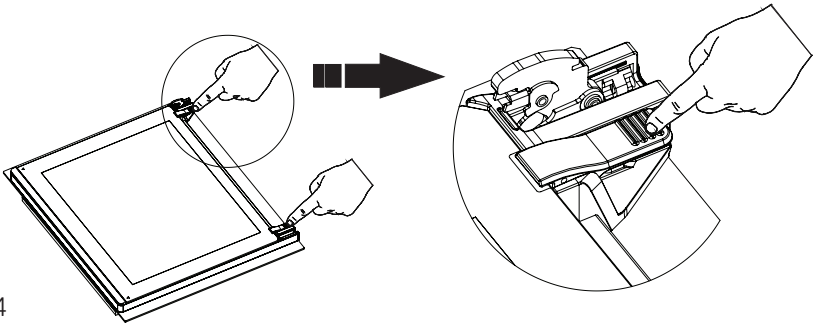
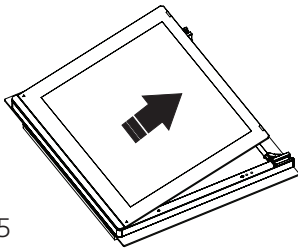
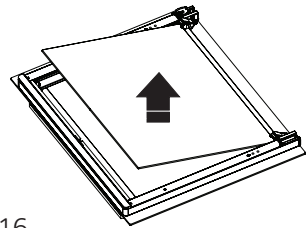

Figura 14
Figura 15
Figura 16
**2.** Presione los clips de plástico del lado izquierdo y derecho como se muestra en la figura 14. Después de presionar los clips como se muestra en la figura 15, el cristal se soltará. Tire con cuidado del cristal liberado hacia usted. Retire cuidadosamente el cristal central levantándolo hacia arriba, tal como se muestra en la figura 16. El cristal exterior está fijado al perfil de la puerta del horno. Podrá limpiar fácilmente el cristal una vez separado. Una vez que se haya completado la limpieza y el mantenimiento, puede reemplazar los cristales siguiendo el procedimiento anterior en la forma inversa. Asegúrese de que el vidrio esté colocado en la dirección correcta y bien asentado en su lugar.